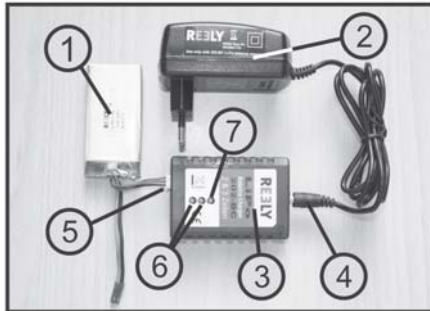

Figure 3
Après avoir branché le bloc d'alimentation sur une prise de courant, deux des trois DEL du contrôle de charge (voir fig. 3, pos. 6) passent au rouge et indiquent ainsi que la charge est en cours. La troisième DEL (voir fig. 3, pos. 7) passe au vert avec une batterie à 2 cellules et au rouge avec une batterie à 3 cellules.